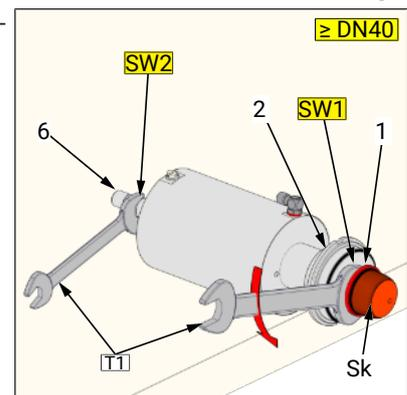

Abbildung 4
- Abb. 4: Ausbau über Schlüssel­fläche (SW1) (\geq DN40)
- Damit die Bohrung (B1) sichtbar wird, muss zuerst der Einsatz (2), wie in der Abbildung dargestellt, abgeschraubt werden.
- Mit einem Zapfenschlüssel (T10) den Kolben (1) bzw. Regelkegel (SkM) aus der Spindel (6) ausschrauben.